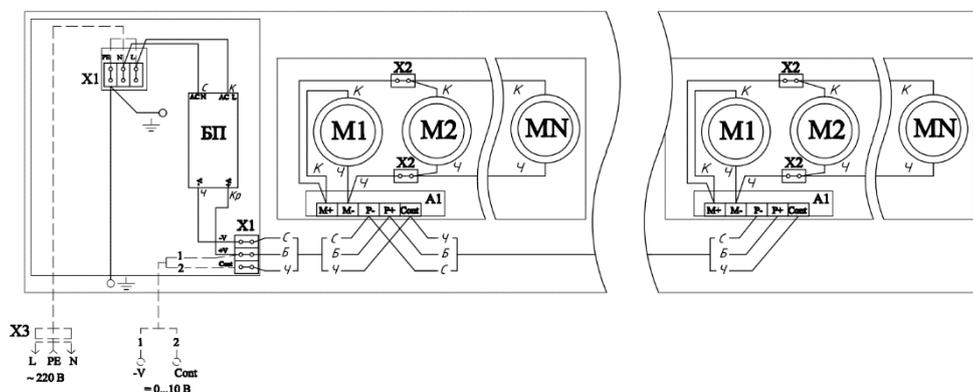

Рис. 5
5.8. Для исполнения конвектора ВП с клеммной коробкой и блоком питания 12В произвести подсоединение трех проводной сети 220В 50Гц к клеммнику конвектора расположенному в клеммной коробке по схеме рис.5.